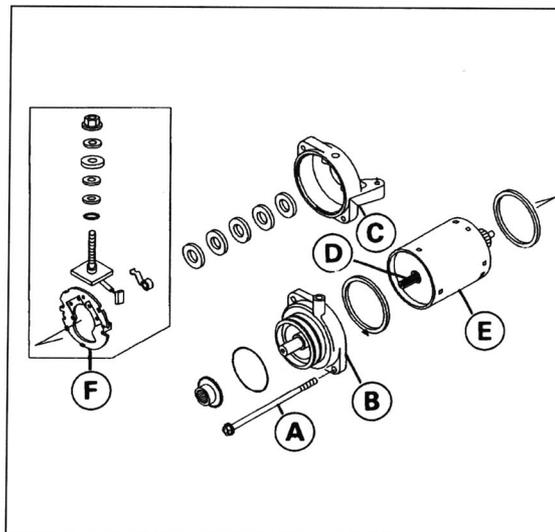

Bild 137
- Bürstenhalterplatte «F» Bild 137 an Gehäuse anbringen.